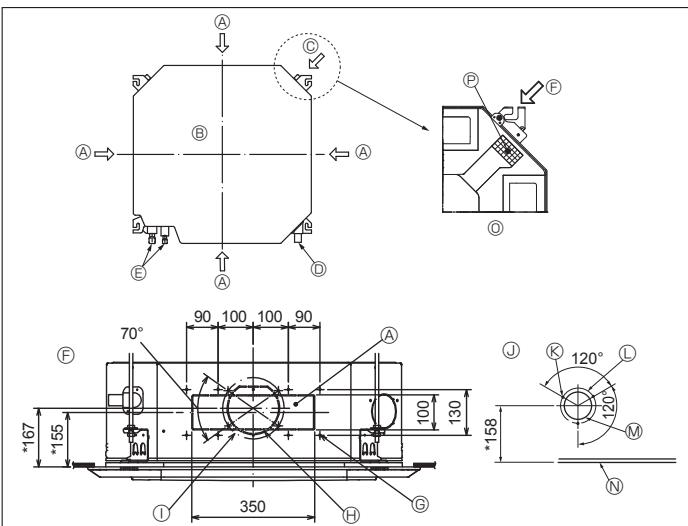

Fig. 3-4
3.4. Hål för grenkanal och för friskluftintag (Fig. 3-4)
Vid installationstillfället, använder du grenkanaler (hål) som är placerade vid de positioner som visas i Fig. 3-4, när och om det krävs.